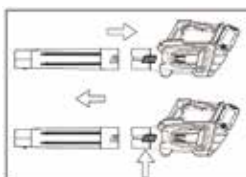

FIG. 4
- Faites glisser le tube du souffleur sur la sortie d'air de l'outil jusqu'à ce qu'il glisse sous le loquet situé du côté opposé de l'outil (Fig.4).
- Pour retirer le tube de soufflage, appuyez sur le bouton du loquet situé sur l'outil et retirez le tube de la sortie d'air de l'outil. Utilisez des outils ou appliquez une force excessive pour retirer le tube du ventilateur (Fig.4).